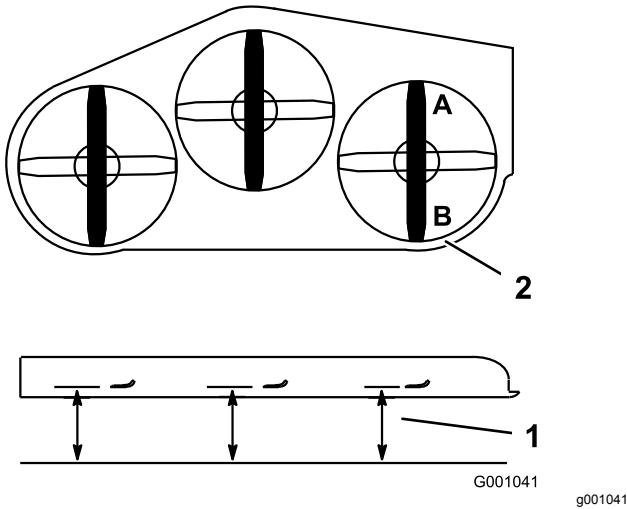

Figure 82
2. Tournez une lame dans le sens longitudinal. Mesurez la distance aux points **A** et **B** entre une surface plane et le bord coupant des pointes des lames (Figure 82).